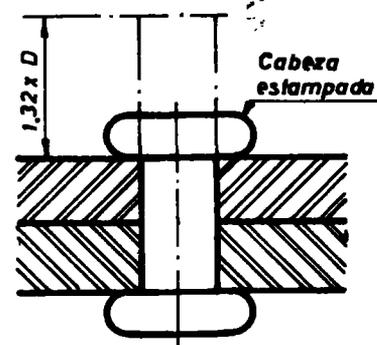

Fig. 6
- Para cabeza chata: $E = 1,32\phi$ (fig. 6).